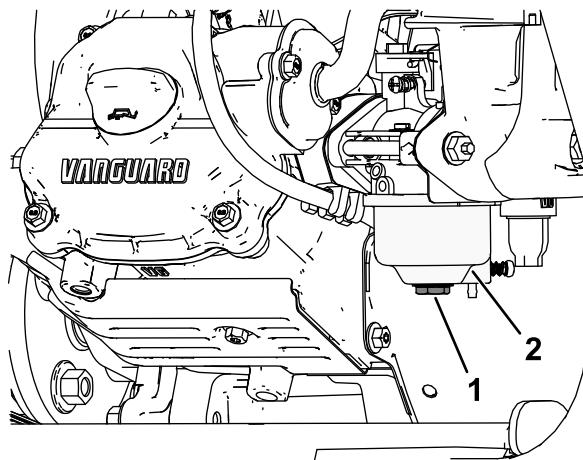

Figure 79
2. Localisez la vis de fixation au bas de la cuve du carburateur (Figure 79).